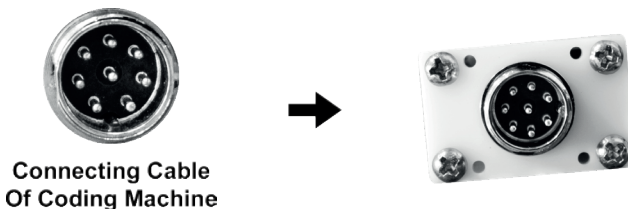

Figura 9
7. Insira o cabo de ligação que acompanha o kit do equipamento na entrada identificada como *Connecting Cable of Coding Machine* e conecte-o ao datador (figura 9).